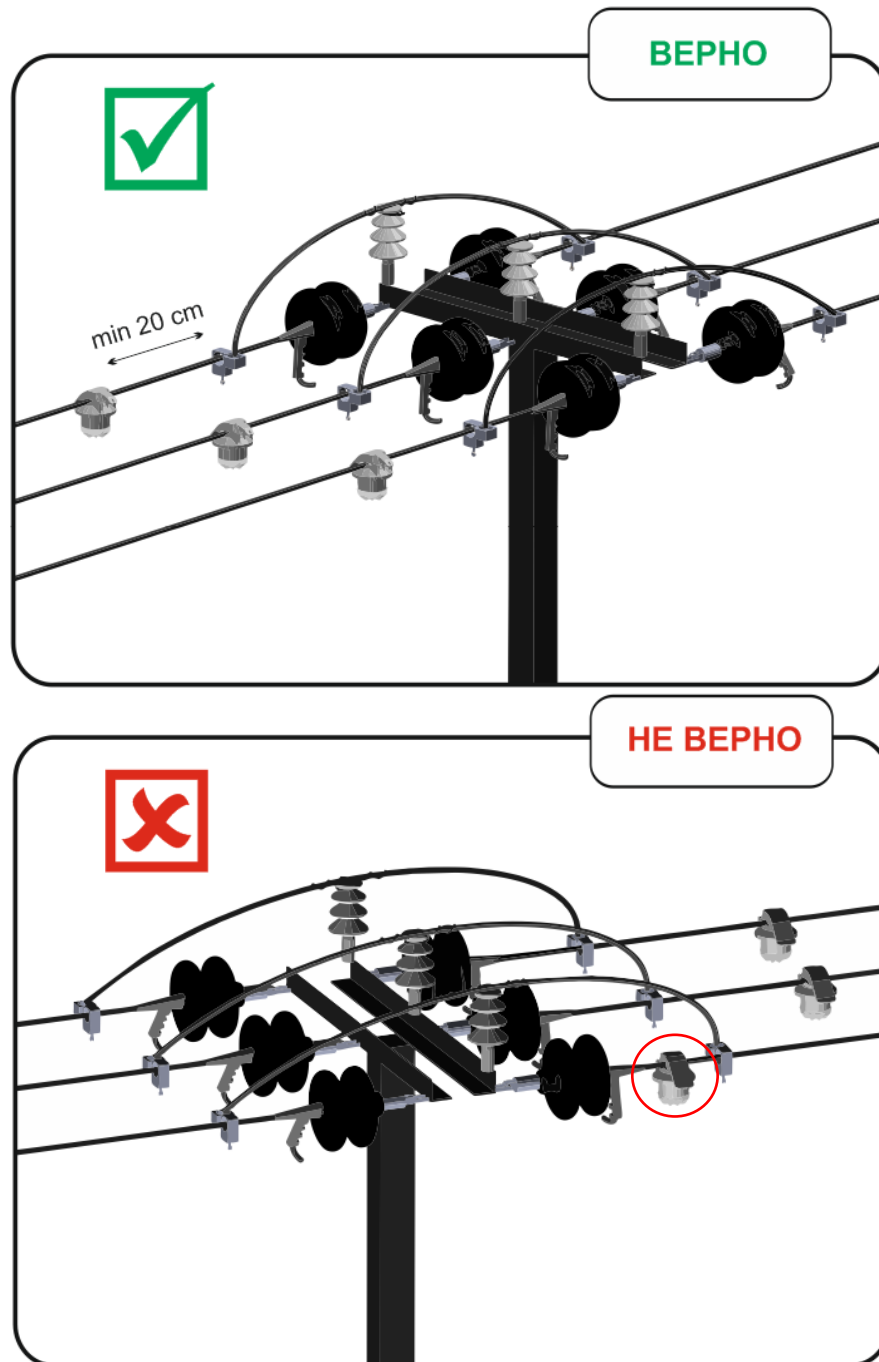

Рисунок 10 – Пример установки комплекта индикаторов ИКЗ-В34
2.5.2 Индикаторы устанавливаются непосредственно на провод на расстоянии 0,5-10 м от изоляторов. Примеры установки устройств комплекта индикаторов ИКЗ-В34 на линию приведены на рисунках (см. Рисунок 6 - Рисунок 10).